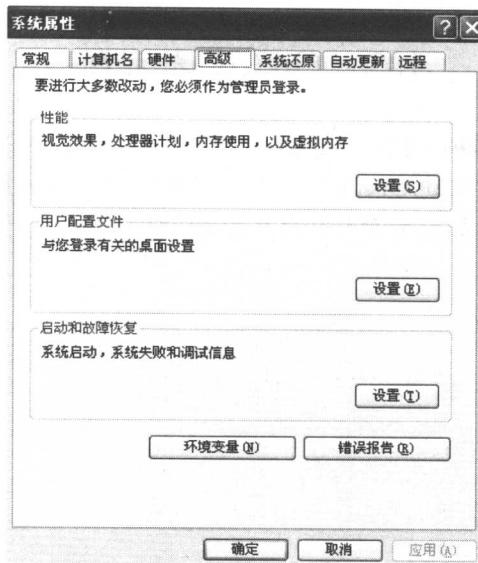

图 1.2.19 系统属性对话框
①将 Crack 文件夹中的 OrCAD\_v105.dat 文件复制到指定安装的路径下,如 D:\OrCAD\_10.5\OrCAD\_v105.dat,注意扩展名为 dat;
②选择“我的电脑”,单击鼠标右键,选择“属性”选项,弹出系统属性对话框,单击“高级”页,如图 1.2.19 所示;